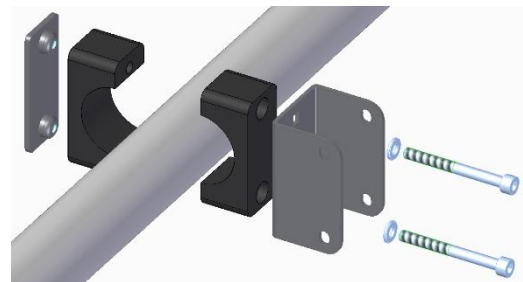
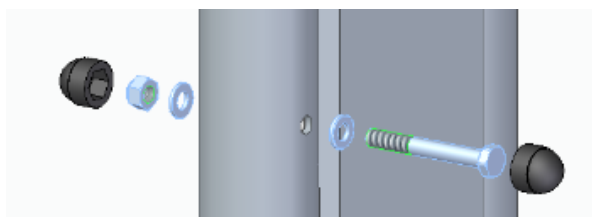
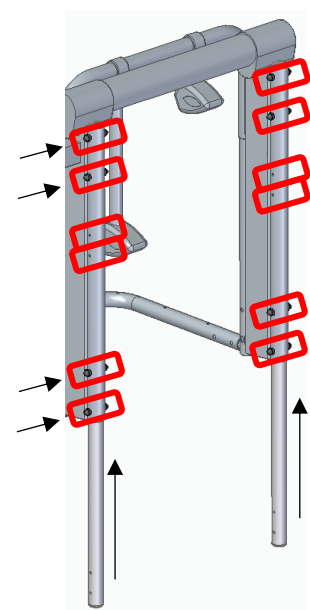
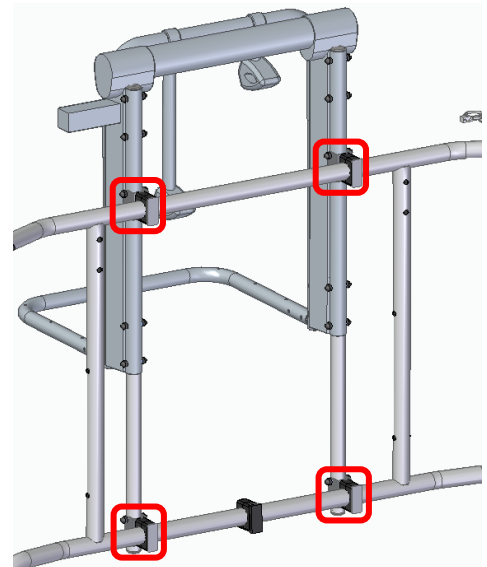

Abbildung 4
Abbildung 7
Abbildung 6
Abbildung 8
Nun erfolgt die Montage des Bike-Lifts (2) an den Halterungen. Die zwei Haltestangen (4) führen Sie in die Alu-Profile des Bike-Lifts (2), sodass alle Bohrungen fluchten (Umrandungen in Abb. 6). An den Pfeilpositionen in Abbildung 6 verschrauben Sie die beiden Haltestangen (4) mit dem Bike-Lift mit jeweils Sechskantschrauben M6x50mm und Sicherungsmuttern (Abb. 7).
Anschließend wird der Bike-Lift (2) mit den Haltestangen (4) an die Halterungen (aus Abbildung 4) montiert (Abb. 8). Es werden die gleichen Explosionskizzen-Teile in der gleichen Reihenfolge wie in Abbildung 7 verwendet. Jedoch werden oben je zwei Sechskantschrauben M6x55mm und unten je zwei Sechskantschrauben M6x50mm benutzt.